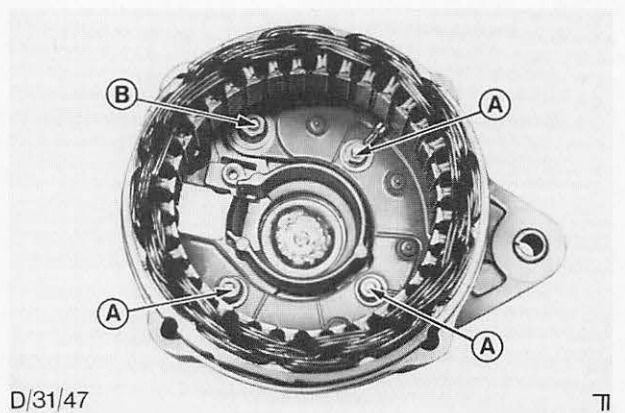

Abb. 74 Haltemuttern des Diodenträgers entfernen
4. Muttern (3) zur Befestigung des Gleichrichters (Diodenträger) und der Ständerwicklungsklemmen entfernen und Ständer aus dem Schleifring-Lagerschild herausnehmen. Abb. 74.